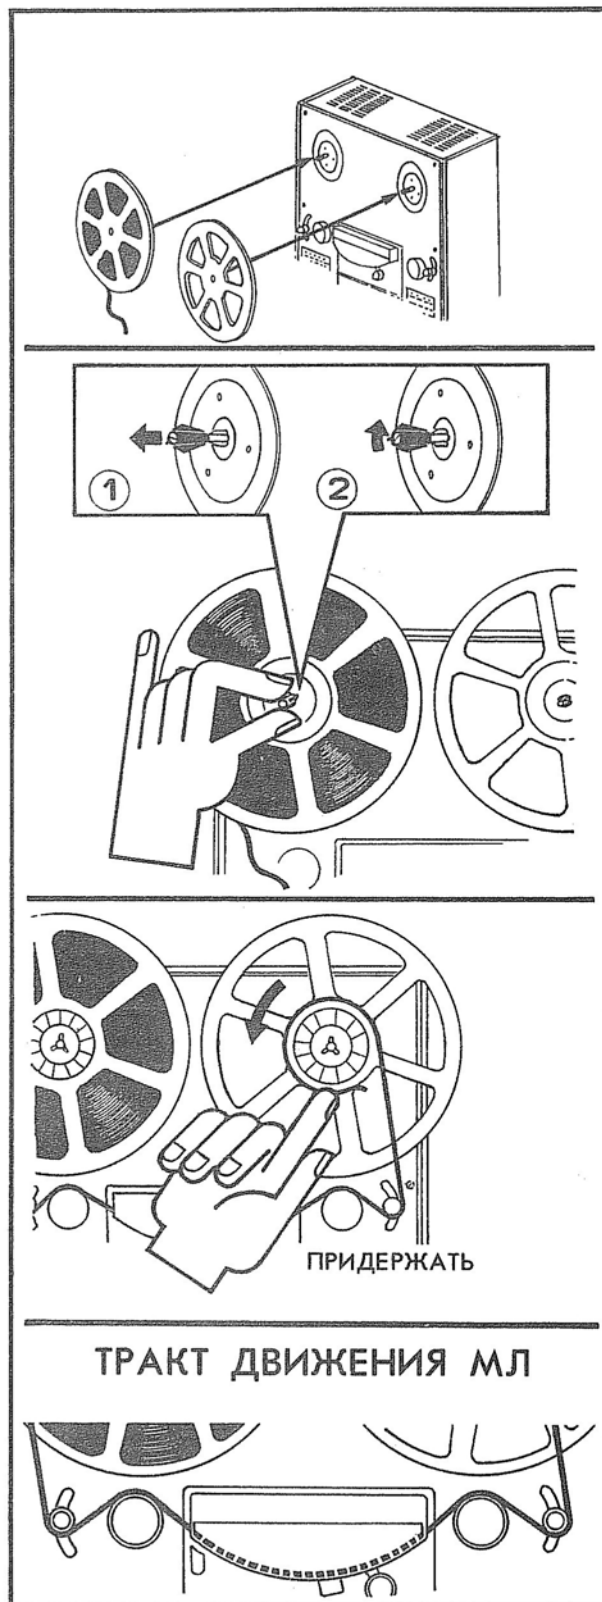

Рис. 4
6.1.1.3. Перед заправкой МЛ проверьте правильность намотки ее на катушку — лента должна быть намотана рабочим слоем внутрь. На левый подкатушник установите катушку с МЛ, на правый — пустую. Оттянув на себя и повернув замки подкатушников на шестую часть оборота, зафиксируйте положение катушек. Свободный ракорд МЛ с левой катушки заправьте в тракт движения и поверните правую катушку на 2—3 оборота как указано на рис. 4. Следите за тем, чтобы МЛ при зарядке не перекручивалась и не попадала под откидной экран головки воспроизведения.